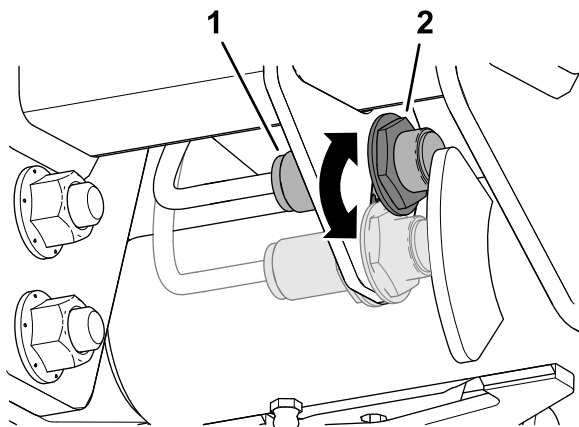

図 86
3. 昇降アームスイッチをスイッチプレートに固定しているジャムナットをゆるめる 図 86。